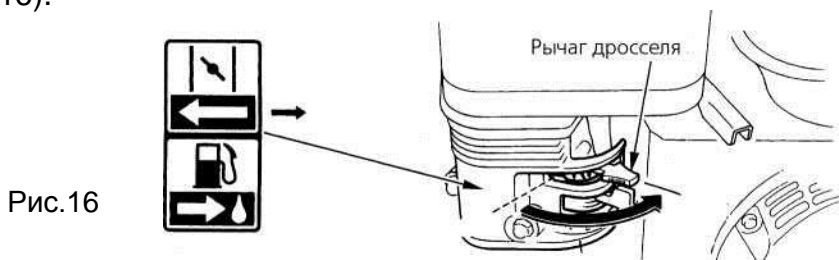

Рис.16
1. Установите желаемые обороты холостого хода двигателя с помощью рычага управления дроссельной заслонкой (см. рис. 16).